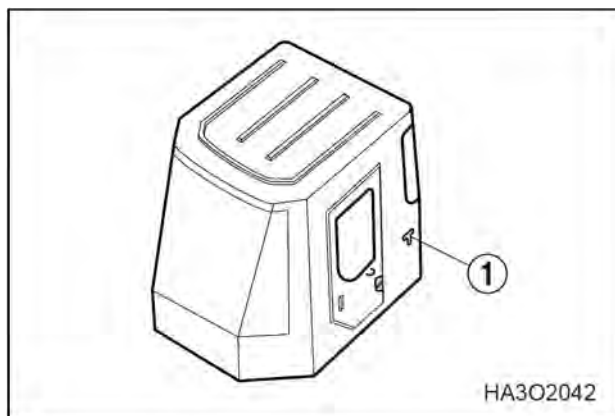

Рис. 101
1. Дверная защелка (1, рис. 101) используется для крепления открытой двери к стенке кабины (только для машин с кабиной).